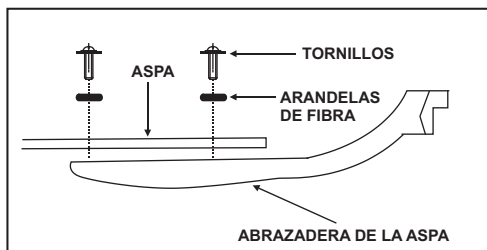

Fig. 15
Paso 1. Monte la aspa a la abrazadera de la aspa usando los tornillos y arandelas de fibra proveídos, apriete los tornillos firmemente. Repita con todas las aspas. (Fig. 15.)